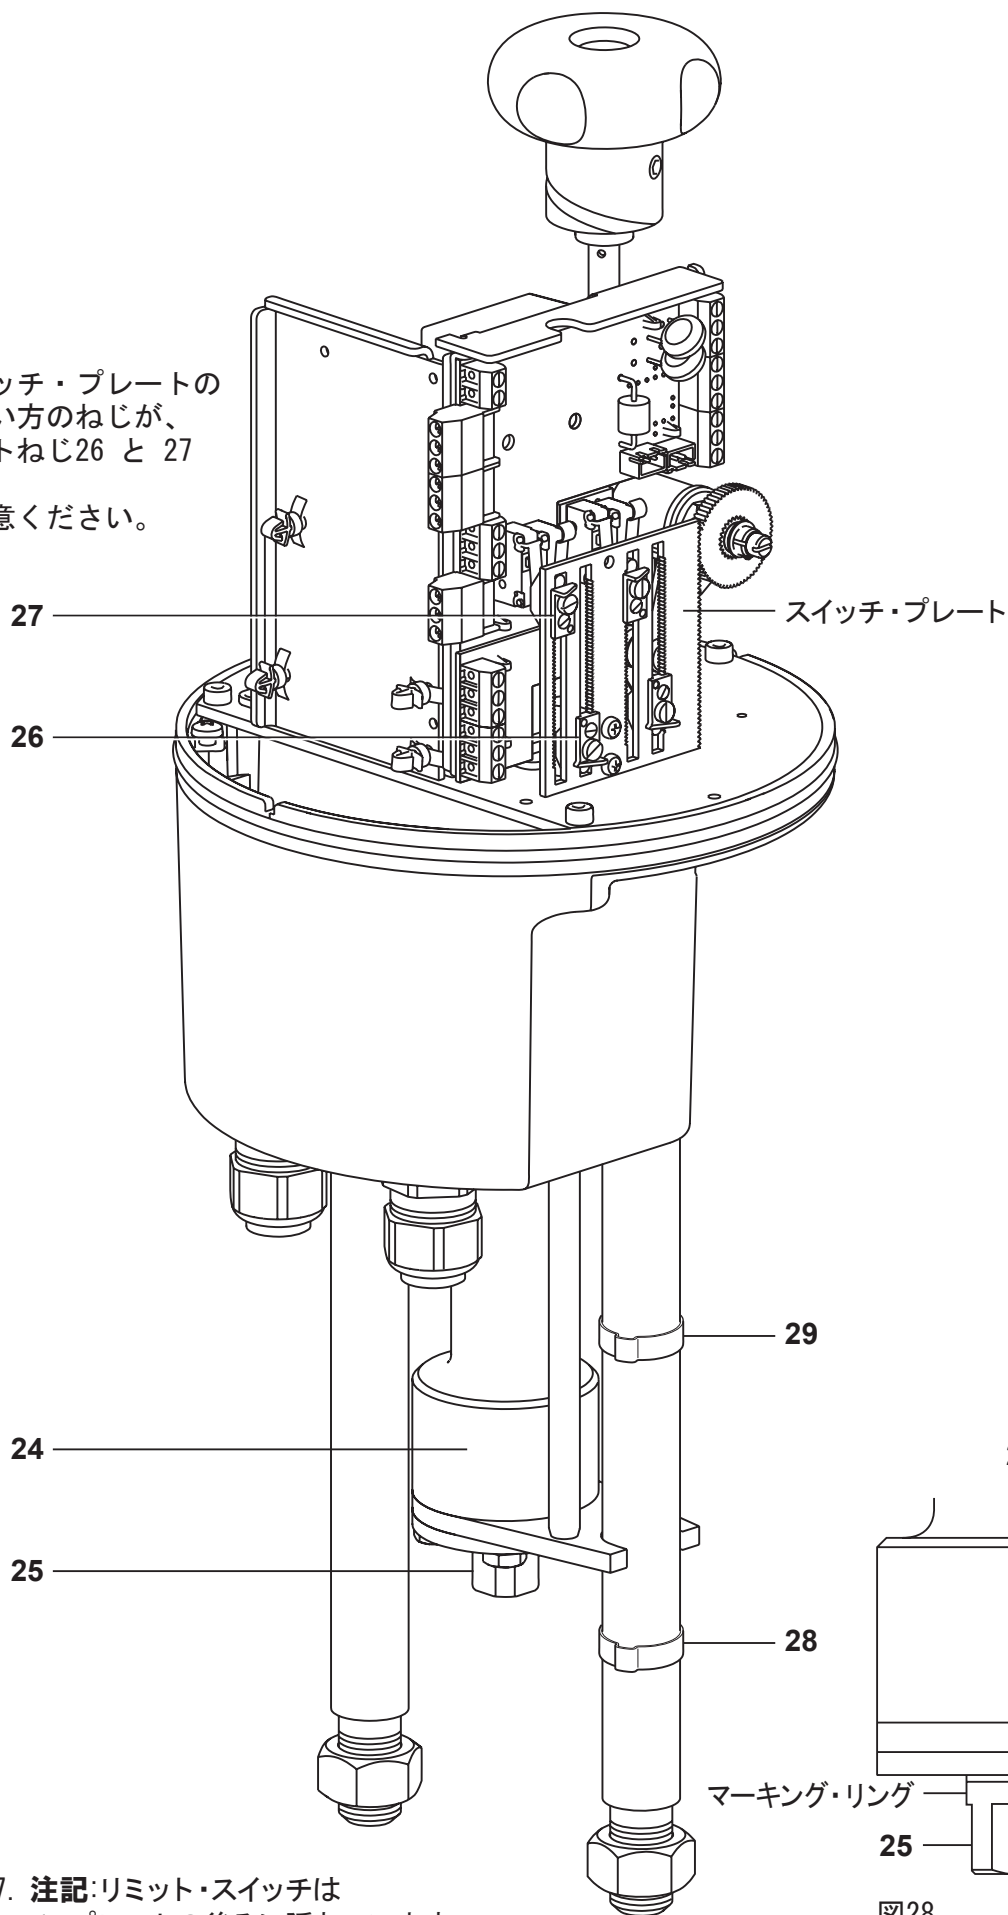

図27. 注記:リミット・スイッチは
1. ハンドルを使って、バルブ・プラグがシートにぶつかって止まるまで、アクチュエーターを下降させます。さらに下降させると、カップリング・シャフト(25)がカップリング・ピース(24)の中に押し込まれていきます。マーキング・リングがカップリング・シャフトに2本刻まれています。下部のリングのみ見えている状態が適切な全閉位置です。(図27)